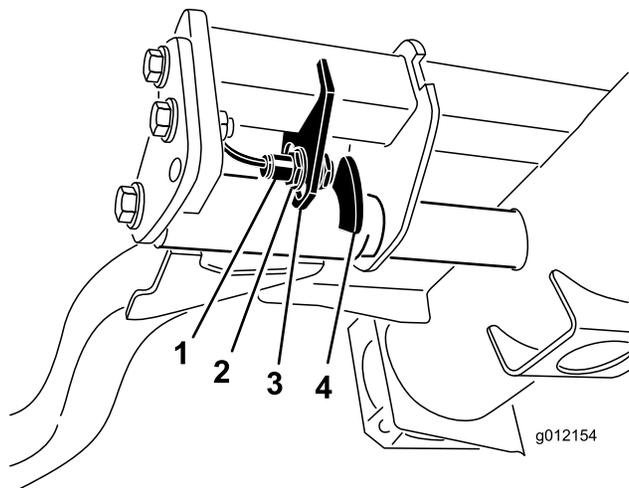

Рисунок 38
2. Переключатель подъемного рычага расположен под гидравлическим баком позади переднего правого подъемного рычага (Рисунок 38).
увеличить высоту поворота подъемного рычага, или переместите переключатель вверх, чтобы уменьшить высоту поворота подъемного рычага (Рисунок 38).